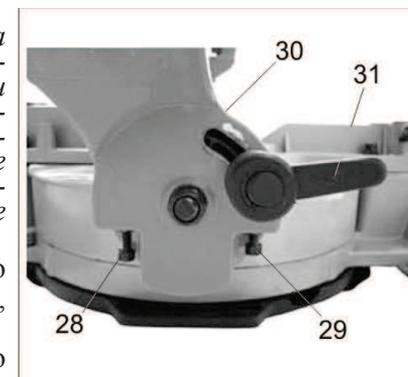

Рис. 3
9.1. Установка ограничительного упора наклона на 90° и на 45° .(Рис. 1, Рис. 3)
Для установки ограничительного упора наклона на 90° переместите каретку режущей головки (1), в крайнее заднее положение и затяните ручку фиксации перемещения каретки (22). Установите на рабочий стол угольник. Заверните болт (28), на два оборота по часовой стрелке. Ослабьте ручку фиксации угла наклона (31) (Рис. 3), и переместите режущую головку вправо до упора диска в угольник. Установите режущую головку под углом 90° к столу, добившись прилегания всей плоскости диска к угольнику. Затяните ручку фиксации угла наклона (31). Выверните болт (29), против часовой стрелки до его соприкосновения с ограничительным упором наклона. Ослабьте ручку фиксации угла наклона (31), и переместите режущую головку до ограничительного упора наклона влево, а затем до ограничительного упора наклона вправо. Затяните ручку фиксации угла наклона (31). Ещё раз проверьте правильность регулировки угольником (при необходимости регулировку повторить). Установите указатель угла наклона на шкале (30), на 0° (Рис. 3), винтом фиксации указателя.